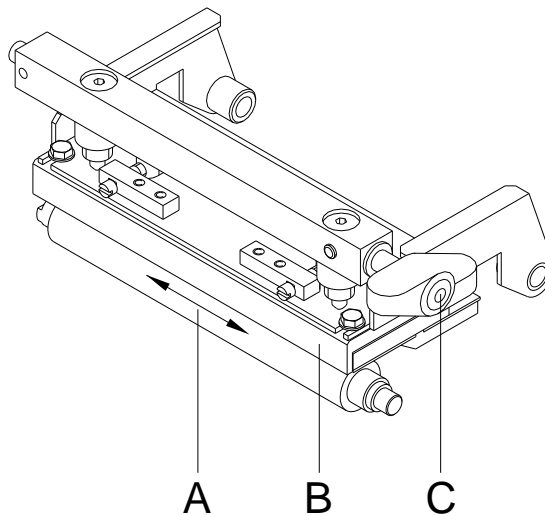

Abbildung 2
2. Andruckhebel (A, Abbildung 2) gegen den Uhrzeigersinn drehen, um den Druckkopf zu entriegeln.
2. Andruckhebel (A, in Abbildung 2) gegen den Uhrzeigersinn drehen, um den Druckkopf zu entriegeln.
4. Lichtschanke (A) mit Druckgas-Spray ausblasen. Die Anweisungen auf der Dose beachten!
5. Etiketten-Lichtschanke (A) kann zusätzlich mit einer Reinigungskarte (B) die zuvor mit reinem Alkohol befeuchtet wurde, gereinigt werden. Die Reinigungskarte ist hin und her zu schieben (siehe Abbildung).